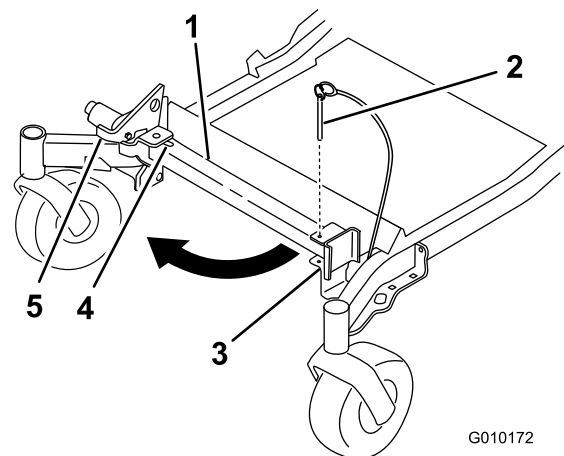
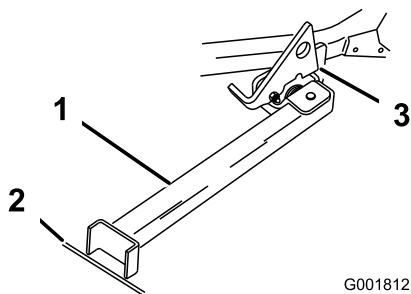

Figura 39
Figura 40
2. Retire el pasador del soporte (Figura 39).
3. Levante el enganche. Gire el pie del soporte hacia adelante, y deslice el soporte hacia la máquina, hasta que encaje en la parte de abajo de la ranura (Figura 39 y Figura 40).
4. Ponga el pie del soporte en el suelo con el enganche descansando sobre la pestaña de giro (Figura 40).
**Nota:** Para obtener los mejores resultados, coloque el pie del soporte en una ranura de la acera o en el césped (Figura 40).
6. Conduzca la máquina sobre el soporte. Pare cuando el enganche caiga por encima de la pestaña a la posición bloqueada (Figura 40). Una vez que esté sobre el soporte, ponga el freno de estacionamiento y apague el motor.
5. Ponga el soporte de nuevo en su posición de descanso (Figura 39).